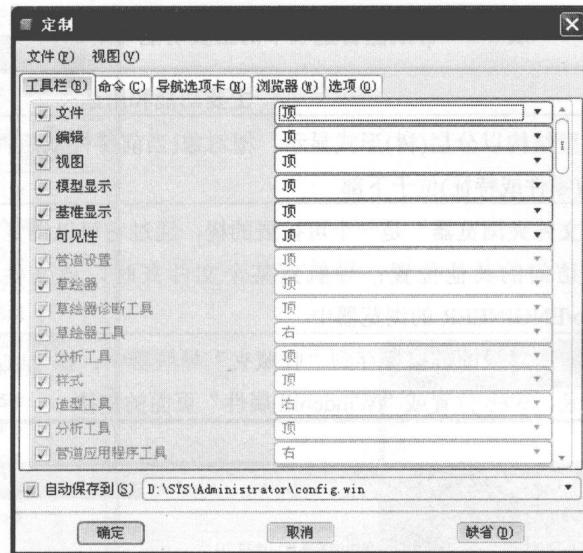

图 1-8 “工具栏”选项卡
- (3) 切换到“工具栏”选项卡，如图 1-8 所示，可以设置相关的工具栏是否出现在屏幕主窗口中，以及其在屏幕主窗口的部位。
- (4) 选中“自动保存到”复选框，并设置定制信息的保存地址，保存的文件为 config.win。
- (5) 单击“定制”对话框中的“确定”按钮，完成定制操作。如果想恢复系统默认的工作窗口，则可以在“定制”对话框中单击“缺省”按钮。